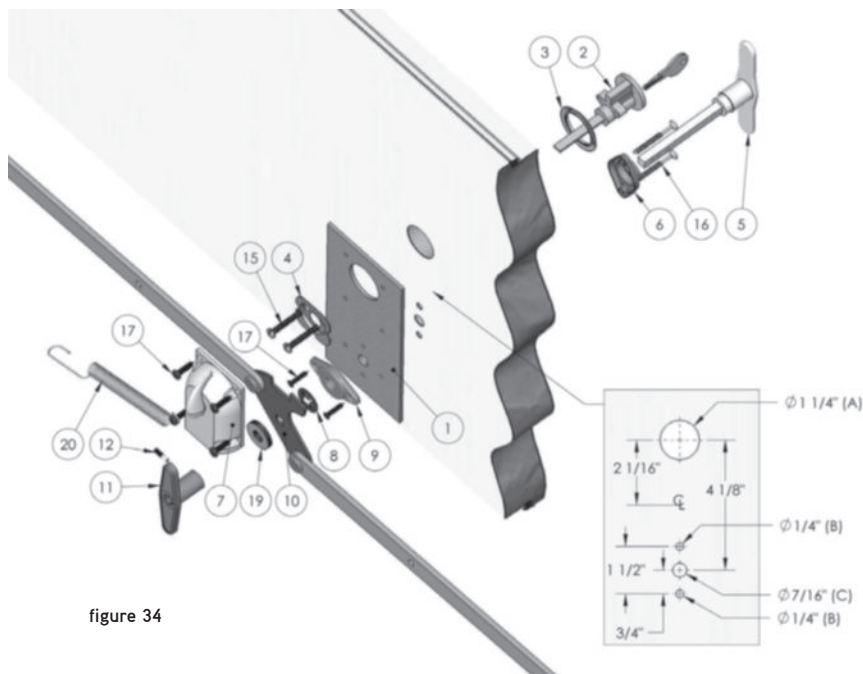

figure 34
2. Mesurez la distance des 4 trous à percer sur le panneau, à l'aide des cotes et du dessin (fig. 34), afin de bien centrer la poignée et la serrure et marquez à l'aide d'un poinçon les quatre trous à percer A (serrure), B (les 2 vis) et C (poignée).
4. Glissez le barillet (2) dans la pièce (3) et insérez dans le trou A (Les dents de la clé doivent pointer vers le haut et le trou de la clé doit être dans le bas du barillet (2)) ;
5. Appuyez la plaque d'acier (1) sur le côté intérieur du panneau ;
6. Par le côté intérieur, insérez la pièce (4) dans le trou (A) en positionnant la parti ronde vers le bas ;
7. Insérez les vis no 10 de 1 pouce de longueur (15) dans la pièce (4), alignez-les dans les trous du barillet (2) et vissez (assurez-vous que la plaque est bien alignée) ;
8. Insérez le verrou intérieur (7) dans la tige du barillet (2) et vissez-le dans la plaque d'acier (1) avec quatre vis de 3/8 pouce de longueur (17) en utilisant un tournevis à tête carrée ;
- a. Insérez la vis inférieure gauche dans l'extrémité ronde du ressort (20) avant de la visser ;
9. Par le côté intérieur vis-à-vis le trou (C), vissez la plaque (9) dans la plaque d'acier (1) avec deux vis de 3/8" de longueur (17) en utilisant un tournevis à tête carrée;
10. Glissez la poignée extérieure (5) dans la pièce (6) et insérez dans le trou (C);